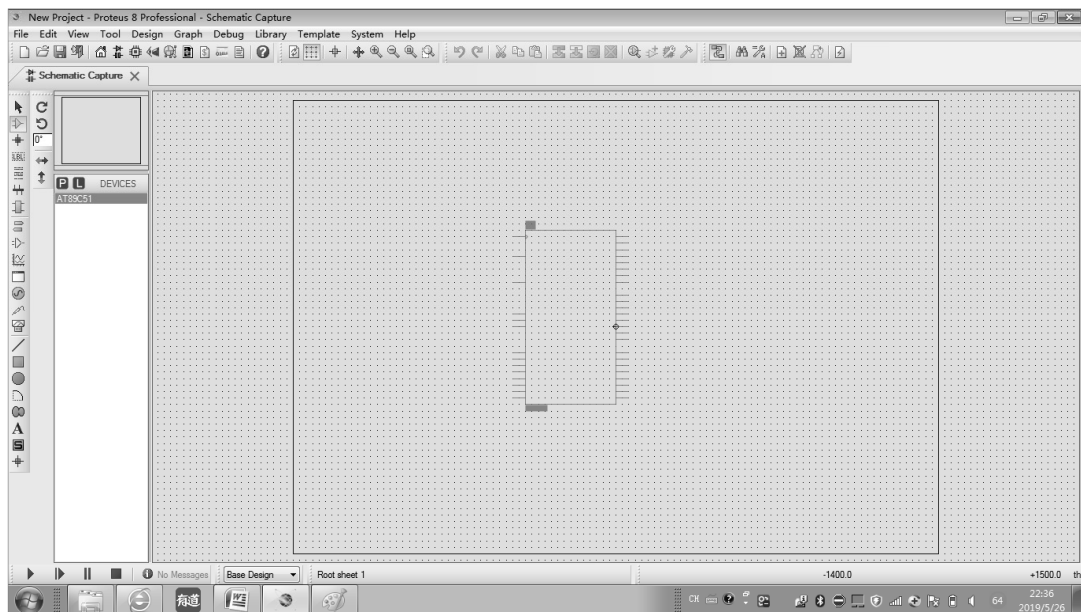
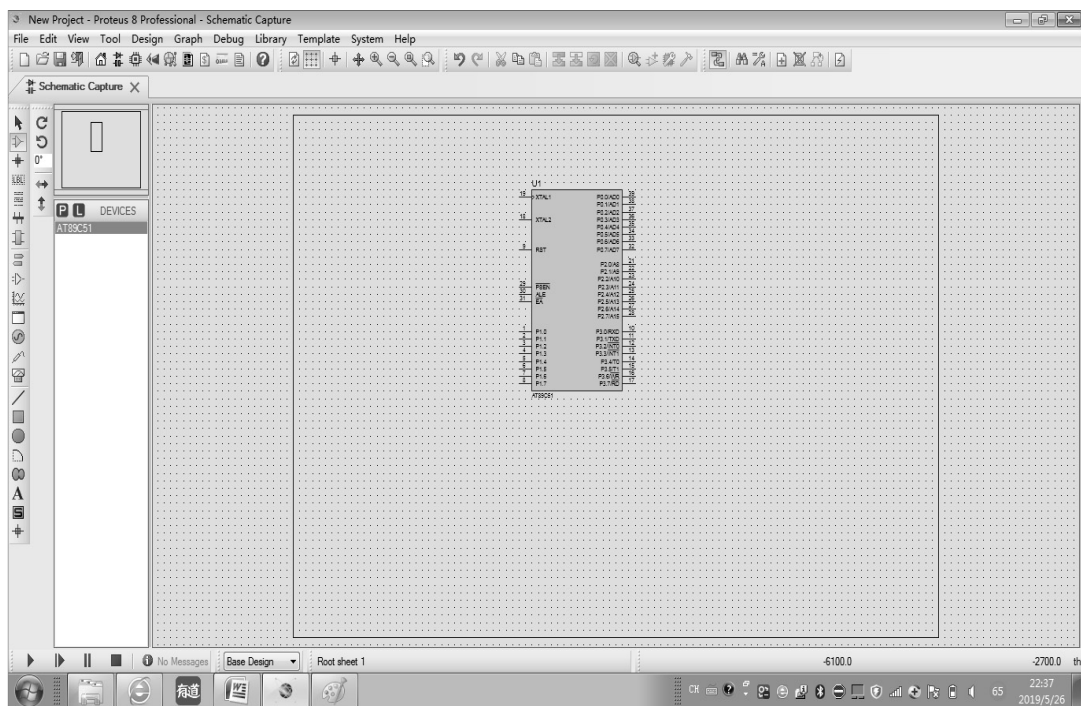

图 1-28 元器件选择位置
图 1-29 摆放元器件
(4) 在绘图区域内选中元器件，并将其旋转到合适的位置，再将鼠标指针放在绘图区域里单击，出现元器件的影子，将其放在合适的位置，再单击，元器件就摆放好了，如图 1-28 和图 1-29 所示。